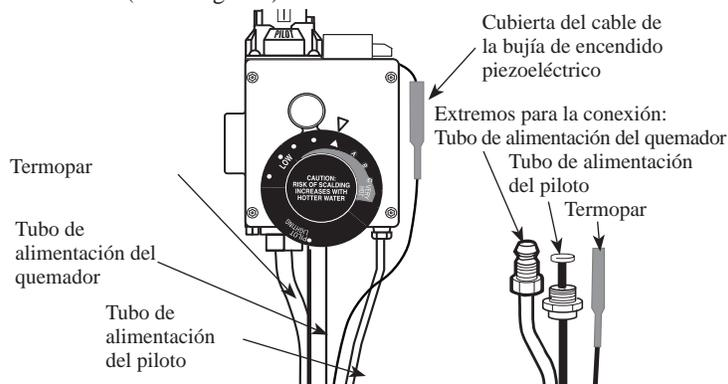

Figura 6
9. **CONEXIÓN DEL TUBO DE ALIMENTACIÓN DEL QUEMADOR, EL TUBO DE ALIMENTACIÓN DEL PILOTO, EL TERMOPAR Y EL CABLEADO PIEZOELÉCTRICO:** Instale la punta acampanada del tubo de alimentación del quemador en la válvula de control de gas. Enrosque con la mano el conector con tuerca hexagonal del tubo de alimentación del quemador en la válvula de control. Asegúrese de que el conector esté alineado adecuadamente con el control, ya que de otro modo puede haber un enroscamiento cruzado de la conexión. Ajuste el conector con una llave de boca fija, de 3/4 in (vea la Figura 6).
Instale el extremo del tubo de alimentación del piloto en la válvula de control de gas. Enrosque con la mano el conector con tuerca hexagonal del tubo de alimentación del piloto en la válvula de control. Asegúrese de que el conector esté alineado adecuadamente con el control, ya que de otro modo puede haber un enroscamiento cruzado de la conexión. Ajuste el conector con una llave de boca fija de 7/16 in (vea la Figura 6).
Instale el extremo del termopar en la válvula de control de gas. Enrosque con la mano el conector con tuerca hexagonal del termopar en la válvula de control de gas. Asegúrese de que el conector esté alineado adecuadamente con el control, ya que de otro modo puede haber un enroscamiento cruzado de la conexión. Ajuste el conector con una llave de boca fija, de 3/8 in (vea la Figura 6).
Ubique el cable que viene del encendedor piezoeléctrico y el cable de afuera de la puerta de acceso al quemador. Una los conectores de los cables y deslice la cubierta aislante para protección del cable sobre la conexión (vea la Figura 6).